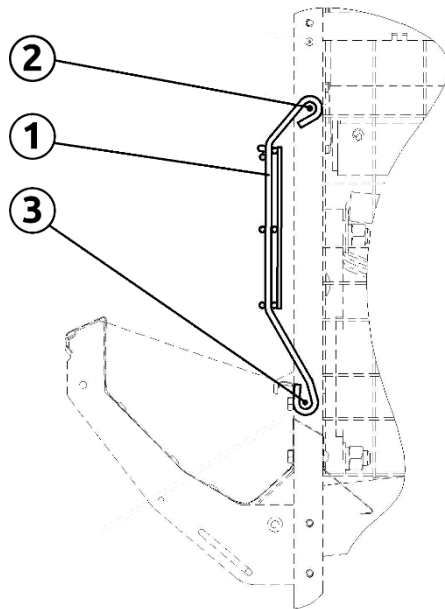

Рисунок 1.2
1. Открыть дверку (рис. 1.2), выдвинув ее вертикальные прутки приблизительно на середину ячейки клетки.
2. Надавливая на верхнюю проволоку поддержки дверки (2), вывести ее из зацепления с верхними проушинами вертикальных прутков дверки (1).
3. Отвести верхнюю часть дверки от клетки, надавливая на дверку вывести нижние проушины вертикальных прутков из зацепления с нижней проволокой поддержки (3).